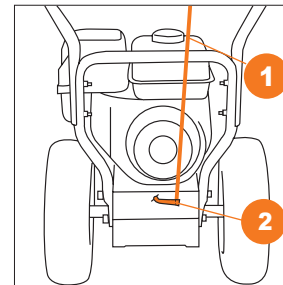

Рис. 8
- Присоедините штангу рычага выбора передач **1** к кронштейну привода **2** расположенного в нижней части снегоуборочной машины и зафиксируйте шплинтом (Рис. 8).